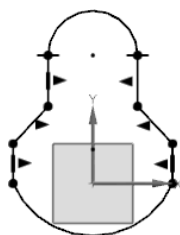

图 5.11.3 添加对称约束
(2) 参照上述步骤完成图 5.11.3 所示的其余对称约束。